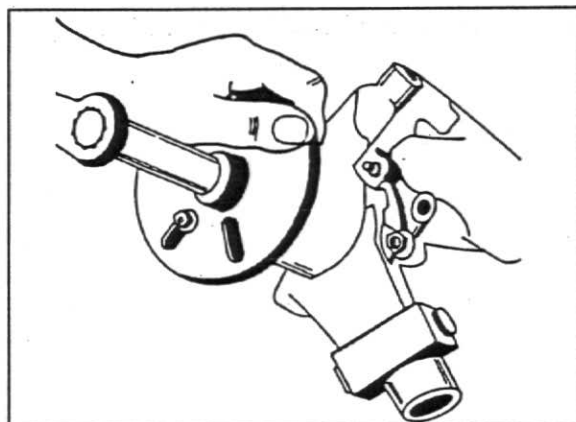

Fig. 7
3. Remova a polia, com o auxílio da ferramenta nº. 81 30 012, fig.7.